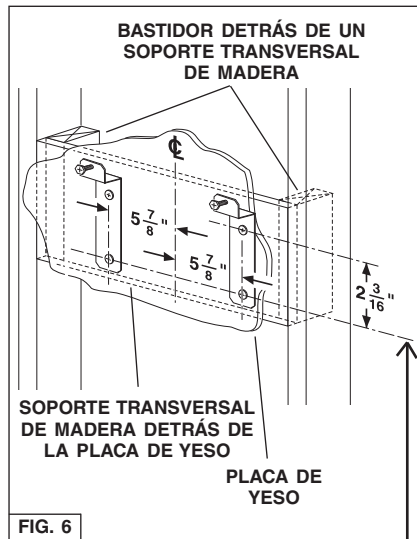

FIG. 6
1. Construya un **bastidor** de madera en la pared que quede **al ras** de la superficie interior de los montantes de la pared. Fig. 6. Asegúrese de que:
2. **Después de terminar la superficie de la pared**, asegure cada soporte de montaje a la estructura con dos (2) tornillos de montaje de 4.8 x 38 mm. Vea la ubicación del soporte de montaje en la tabla que aparece abajo.